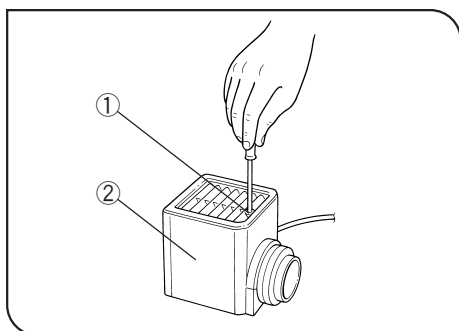

図 35
(図35~37)
- 5) ランプハウスを上からはめ込み、固定ねじ①を下に押付けながら締付けます。(図35)